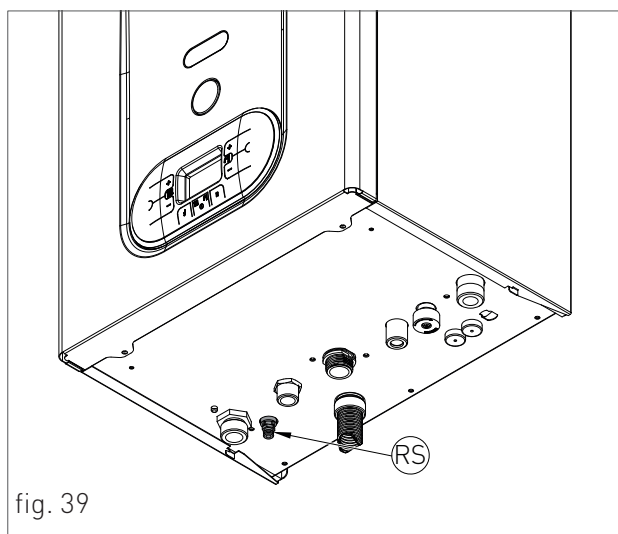

fig. 39
- › Éteindre le bouchon d'évacuation du système 'RS' (fig. 39) ;